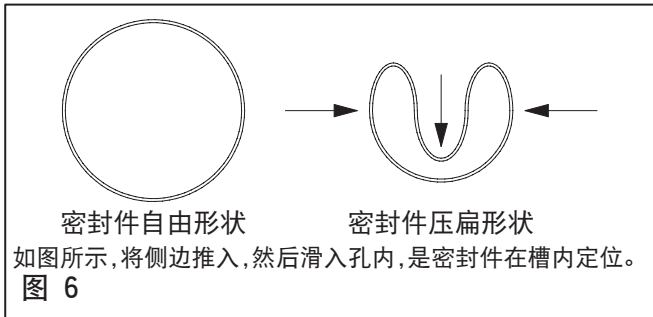

图 6
23. 将 (39) 密封件弯曲成心形，安装在 (38) "O"形圈内 (7) 上压盖中 (见图6)。